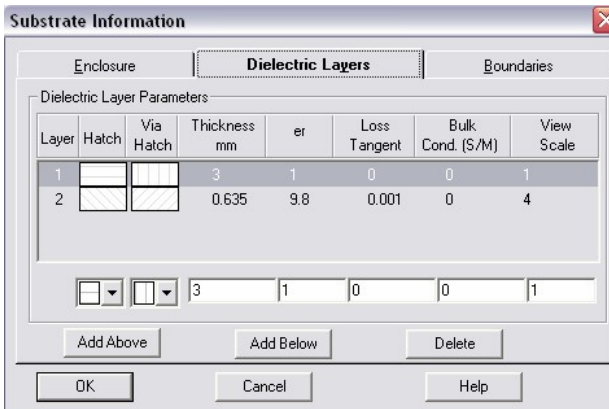

Рис. 11. Задание параметров диэлектрической подложки
- на второй вкладке (*Dielectric Layers*) определяются параметры непосредственно материала подложки (рис. 11). Поскольку разрабатывается обычный полосковый фильтр на двустороннем материале, то необходимо задать параметры среды, находящиеся под полосковой линией и над ней. Над линией в данном случае находится воздух с относительной диэлектрической проницаемостью 1 и потерями 0;